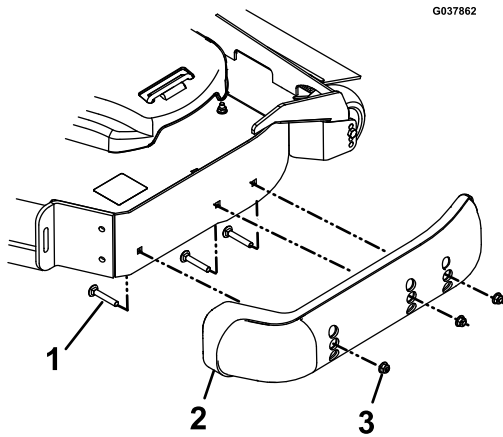

Figure 37
4. Retirez les boulons et écrous de chaque pare-choc (Figure 37).